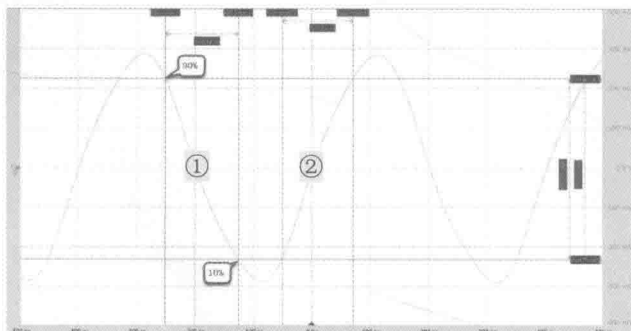

图 1.1 上升、下降时间
上升时间就是信号从逻辑低电平(0)到逻辑高电平(1)所花的时间,通常记做 T_r 。但是在工程领域,通常有两种定义方式,一种是:信号从上升沿 10% 的幅值上升到 90% 的幅值所花费的时间叫上升时间;另一种是:信号从上升沿 20% 的幅值上升到 80% 的幅值所花的时间叫上升时间,如图 1.1 中②所示。一般在芯片手册上所查到的上升时间,基本都是这两种定义方式所得到的值。
下降时间就是信号从逻辑高电平(1)到逻辑低电平(0)所花的时间,通常记做 T_f 。与上升时间的定义类似,也分为了 10%~90% 和 20%~80% 两种。即信号从下降沿 90% 的幅值下降到 10% 的幅值所花费的时间叫下降时间;或者,信号从下降沿 80% 的幅值下降到 20% 的幅值所花费的时间叫下降时间,如图 1.1 中①所示。